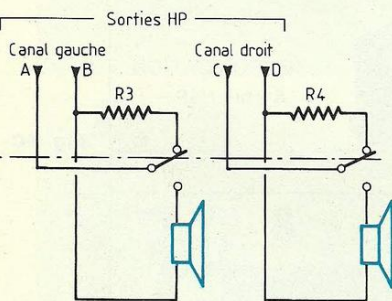

Fig. 5 : Temporisation de mise sous tension Ampli/HP.
Nous n'aimons pas beaucoup les bruits divers de mise sous tension d'un Amplificateur audio qui agacent les membranes des haut-parleurs et les nerfs de l'utilisateur, aussi avons nous fait appel à nouveau à notre temporisateur si simple et si efficace. Un relais RL1 commute une résistance de puissance qui shunte à l'arrêt les sorties des TDA. A la mise sous tension de l'appareil, le relais étant au repos, les sorties HP sont chargées par deux résistances bobinées de protection de 8,2 Ω/3 W reliées entre les contacts communs (C) et repos (R) de RL1 comme indiqué en figure 5. Le condensateur C2 de forte capacité étant déchargé, le transistor T1 n'est pas encore conducteur. Pas de courant collecteur pour parcourir la bobine du relais RL1, c'est la position de repos. Les divers bruits engendrés dès la manoeuvre de l'interrupteur sont inaudibles mais pourtant présents et visualisables sur l'écran d'un oscilloscope.